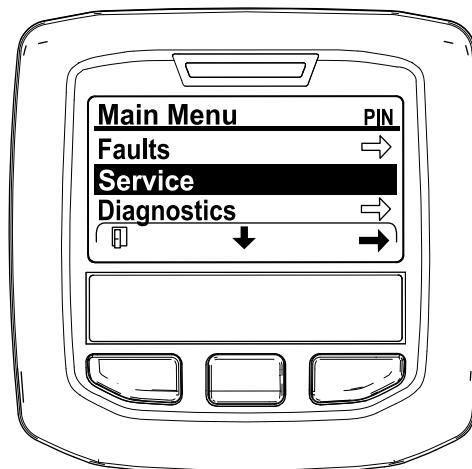

図 42
- メインメニュー MAIN MENU 画面で、中央ボタンを押して整備 SERVICE メニューへ移動し、右ボタンで整備 SERVICE を選択する 図 42。